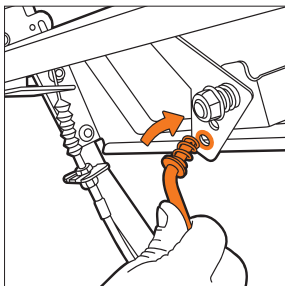

Рис. 8
- Подсоедините штангу к рычагу выбора передач на панели оператора (Рис. 8) и зашплинтуйте ее.